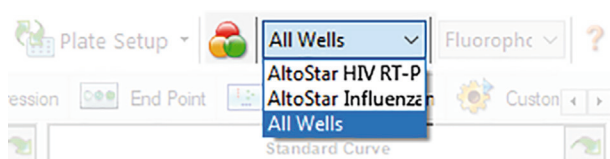

Figura 4: Botão Well Group (Grupo de Poços) e menu pendente Well Group (Grupo de Poços)
Na janela Data Analysis (Análise de Dados), certifique-se de que seleciona o **Well Group** (Grupo de Poços) do kit AltoStar® HIV RT-PCR Kit 1.5. Deste modo, clique no menu pendente **Well Group** (Grupo de Poços) junto do botão **Well Group** (Grupo de Poços) (consulte a figura 4) da barra de ferramentas. Não utilize o **Well Group** (Grupo de Poços) «All Wells» (Todos os Poços). A seleção na figura 4 é utilizada como uma vista geral de exemplo.
1. Na janela Data Analysis (Análise de Dados), certifique-se de que seleciona o **Well Group** (Grupo de Poços) do kit AltoStar® HIV RT-PCR Kit 1.5. Deste modo, clique no menu pendente **Well Group** (Grupo de Poços) junto do botão **Well Group** (Grupo de Poços) (consulte a figura 4) da barra de ferramentas.